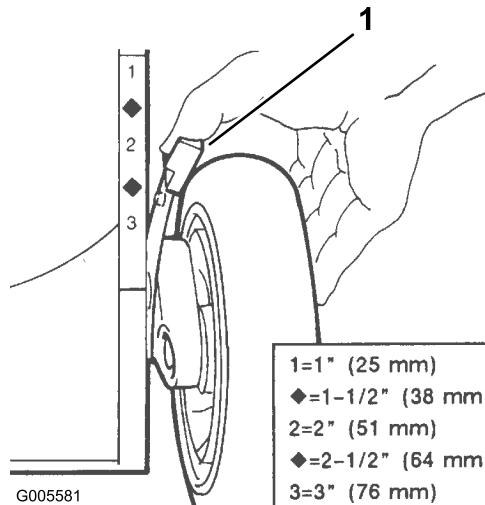

Figura 14
3. Premete la leva di regolazione dell'altezza di taglio verso la ruota (Figura 14) e spostatela nella posizione opportuna.